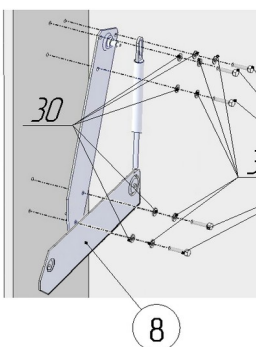

Рис.4.1 Слева
4. Присоединить к боковинам короба механизмы подъёма поз.7 и 8, используя болт М8х25 поз.21, шайбы Ø8 поз.30, шайбы стопорные Ø8 поз.30А (рис.4.1 и 4.2).
ВНИМАНИЕ!!! ШАЙБА СТОПОРНАЯ Ø8 ПОЗ. 30А ДОЛЖНА НАХОДИТСЯ МЕЖДУ ШАЙБОЙ Ø8 ПОЗ.30 И ГОЛОВКОЙ БОЛТА ПОЗ.21 (СМ. РИС. 4.1 И 4.2).
18. Приложить кожух левый поз.35А к механизму, установленному слева (рис.4.1). Кожух располагать так, чтобы он опирался на наклонную и верхнюю кромки механизма (рис.13.1). Завернуть шурупы поз.37 в отверстия до упора. Ту же операцию произвести с кожухом правым поз.35 (рис.4.2 и 13.2).